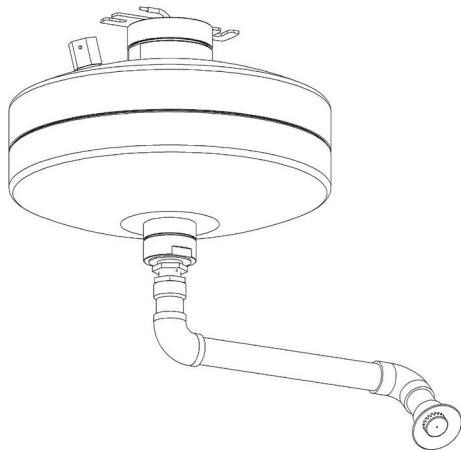

Рисунок 3
3.5 Допускается присоединение к МУПТВ удлиняющего трубопровода Ду32 длиной не более 4 метров для обеспечения равномерного орошения в условиях ограниченного пространства или конструктивных или технологических особенностей защищаемого объекта. Рекомендации по проектированию для таких решений приведены в СТО. Схема возможного исполнения модуля с удлинённым трубопроводом представлена на рис.3.